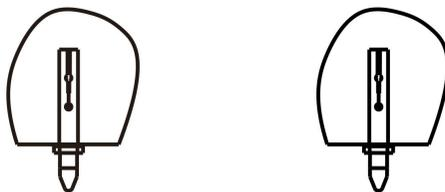

图 4
4、根据记好的孔位置，用冲击钻打出四个 $\phi 10 \times 80$ 的孔，将膨胀螺丝打入天花板，并用扳手拧紧螺丝。然后，将下端的膨胀螺丝螺母及垫片都取下（如图 4 所示）。